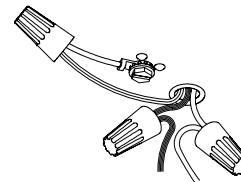

Figure 5
5. Ground fixture as follows. Connect the green or bare copper ground wire from the outlet box under the green ground screw. If house wiring includes no ground wire, consult your local electrical code for approved methods. See Figure 5.
5. Effectuer la mise à terre comme suit: Raccorder le fil de cuivre nu ou vert de la boîte de raccordement à la vis "GND" ou fixer à la vis de terre à l'aide de la rondelle à collerette et de l'écrou fournis dans l'emballage-pièces. Si l'alimentation ne possède pas de mise à terre, vérifier le code d'électricité applicable pour une installation conforme. Voir la Figure 5.